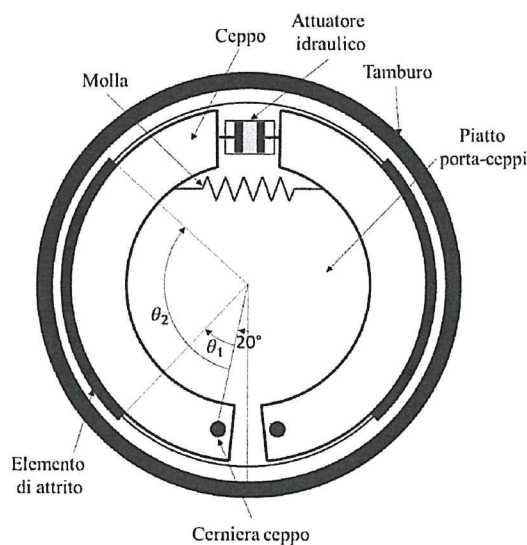

Figura 2: schema freno a tamburo
Il carrello è equipaggiato con una coppia di freni a tamburo montati sulle ruote posteriori, il cui schema semplificato è mostrato in Figura 2.
1. determinare, sulla base dello schema di Figura 2, la direzione di accostamento tra ceppo e tamburo e l'andamento della distribuzione di pressione sul ceppo;
- ceppi montati come mostrato in Figura 2 (cerniere in basso e attuatore idraulico in alto);